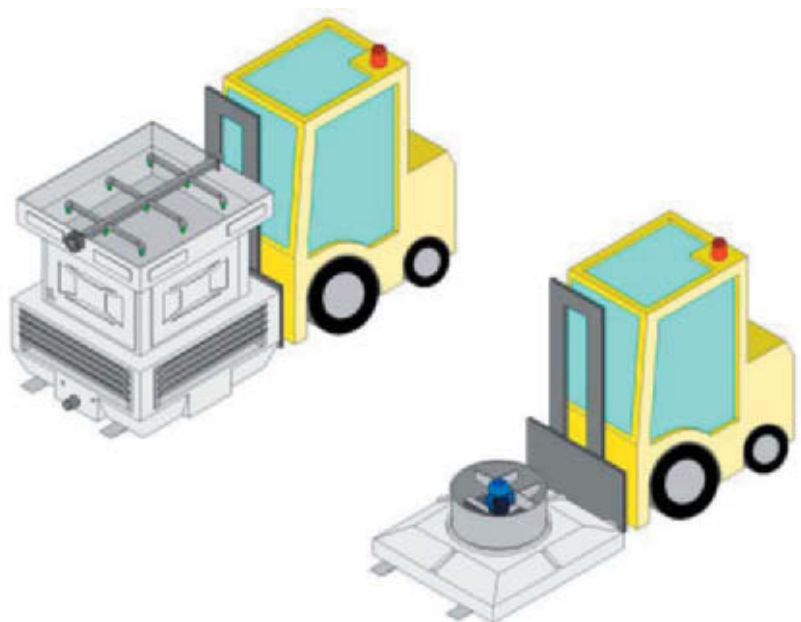

fig. 03
- El centrado se sitúe sobre la línea de baricentro del producto (Fig. 03).
- El extremo de las horquillas sobresalga de la pieza (Fig. 03).